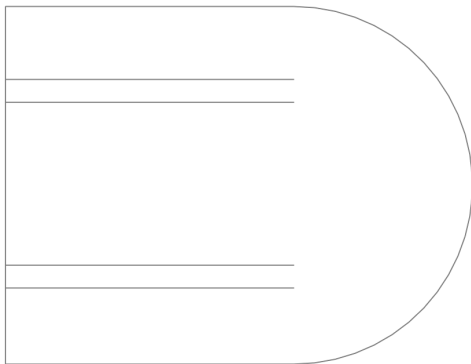

图 2-65 打开素材模型
(1) 单击常用工具栏中的【打开】按钮, 打开一幅素材模型, 如图 2-65 所示。